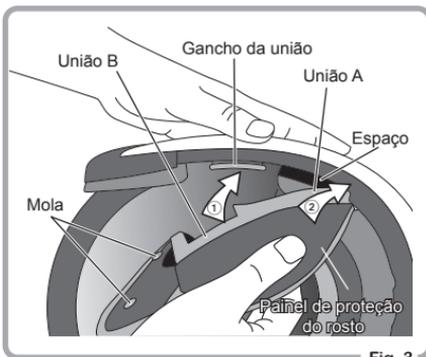

Fig. 3
- 2 Prenda a União B no gancho da união, como se mostra na Fig.3.